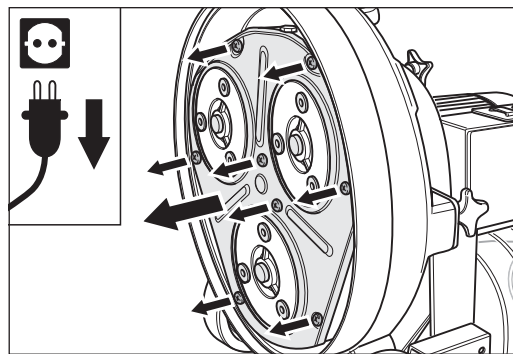

Fig. 54 A continuación se quitan los ocho tornillos y luego la chapa cobertora.
- 6 Afloje los ocho tornillos de la chapa cobertora y quite ésta (Fig. 54).